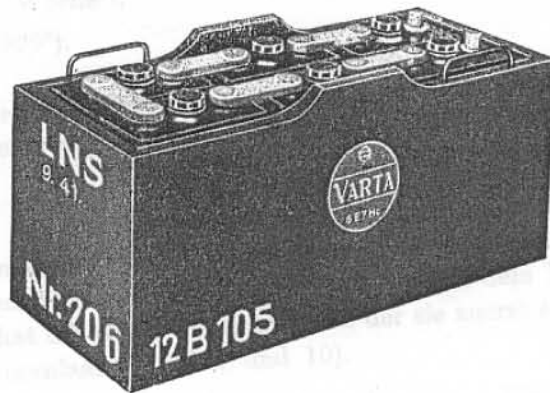

Abb. 3
35. Folgende Erkennungsmerkmale sind zur Erleichterung der Überwachung und Wartung auf jedem Sammler dauerhaft und gut sichtbar anzubringen (Abb. 3):